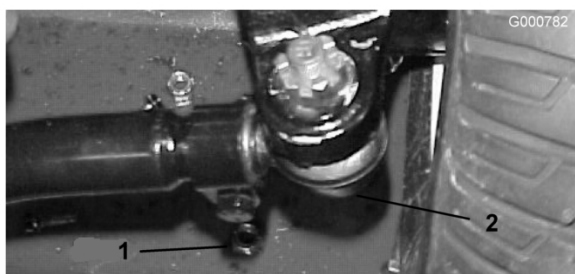

Figura 58
2. Para ajustar, remova o contrapino e a porca de cada uma das rótulas da barra de ligação. Remova a junta da barra de ligação do suporte do eixo (Figura 58).
3. Desaperte as abraçadeiras que estão em ambas as extremidades das barras de ligação (Figura 58).